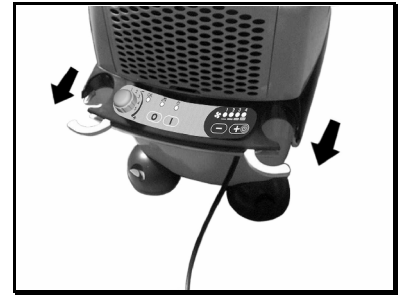

Fig. 8
Prima di riporre l'apparecchio, riavvolgere il cavo di alimentazione negli appositi perni (11) nel seguente modo: portare verso l'esterno i perni avvolgicavo (11) (fig. 8) avvolgere il cavo alimentazione.